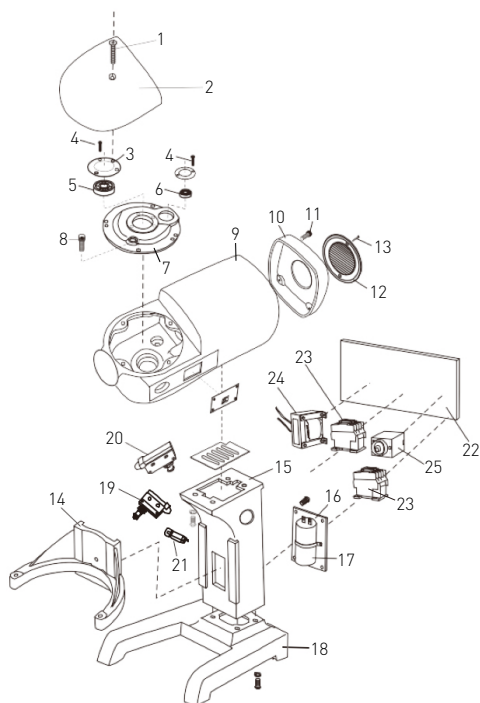

Fig. 1: Sistema di ingranaggio, supporto per la ciotola, supporto dell'apparecchio
- Nella parte superiore dell'apparecchio - Sistema di ingranaggio, supporto per la ciotola, supporto dell'apparecchio (Fig. 1);